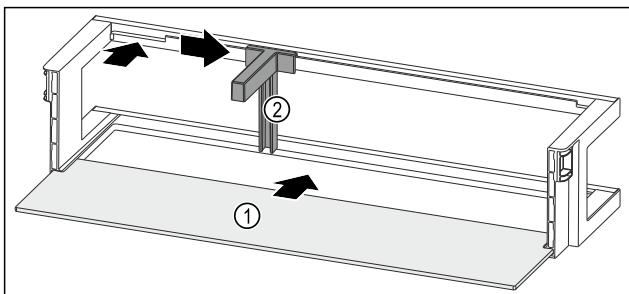

Fig. 166 Dørhulle med oppstillingsplass
- ▶ Skyv oppstillingsplassen Fig. 166 (1) inn i fordypningene på sidene.
- ▶ Sett inn flaskeholderen Fig. 166 (2) i fordypningen.
- ▶ Skyv flaskeholderen Fig. 166 (2) i ønsket posisjon til side.